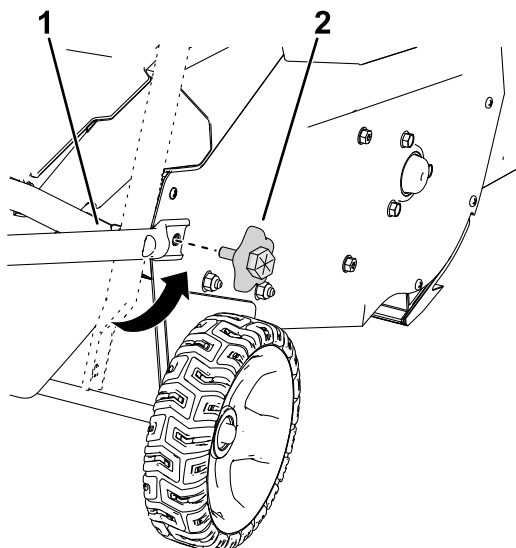

Figura 6
5. Coloque el manillar inferior en su sitio e instale los pomos del manillar inferior, como se muestra en la Figura 6.